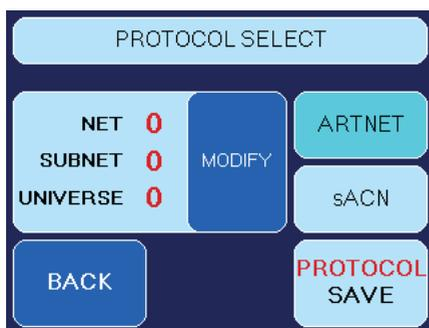
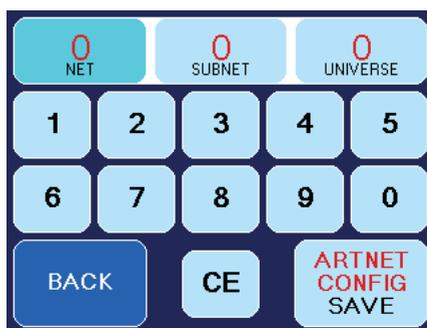

Abb. 12 Bildschirm mit aktiviertem ARTNET-Button
Abb. 13 Bildschirm zur ARTNET-Konfiguration
- Drücken Sie hierfür den **MODIFY**-Button (Abb. 12). Der rechte Bildschirm (Abb. 13) öffnet sich.
- Wählen Sie **NET**, **SUBNET** oder **UNIVERSE** aus (Abb. 13, Zeile 1), um den jeweiligen Wert zu verändern. Drücken Sie **CE** und geben Sie den neuen Wert ein.
- Drücken Sie **CE** und geben Sie anschließend die gewünschten Werte ein. Über **IP ADDRESS SAVE** bzw. **SUBNET MASK SAVE** (Abb. 13, Zeile 5) speichern Sie den jeweiligen Wert ab, mit **BACK** verlassen Sie den Bildschirm, ohne die Werte zu speichern.